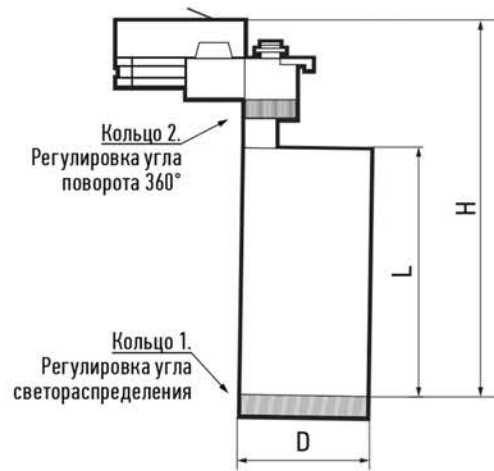

Рис.1 Проектор PTR 0728 ZOOM
- 3.1 Прожектор снабжен фокусирующей линзой. Вращая регулировочное кольцо (Кольцо 1), расположенное в передней части корпуса светильника, можно плавно настраивать угол светораспределения от 15° до 60° (Рис. 1).